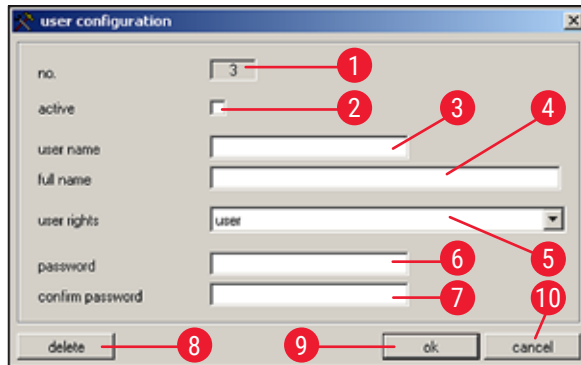

Fig. 34
- Clicar duas vezes em uma linha no monitor de configuração abre a caixa de diálogo **Configuração do usuário** (→ Fig. 34).